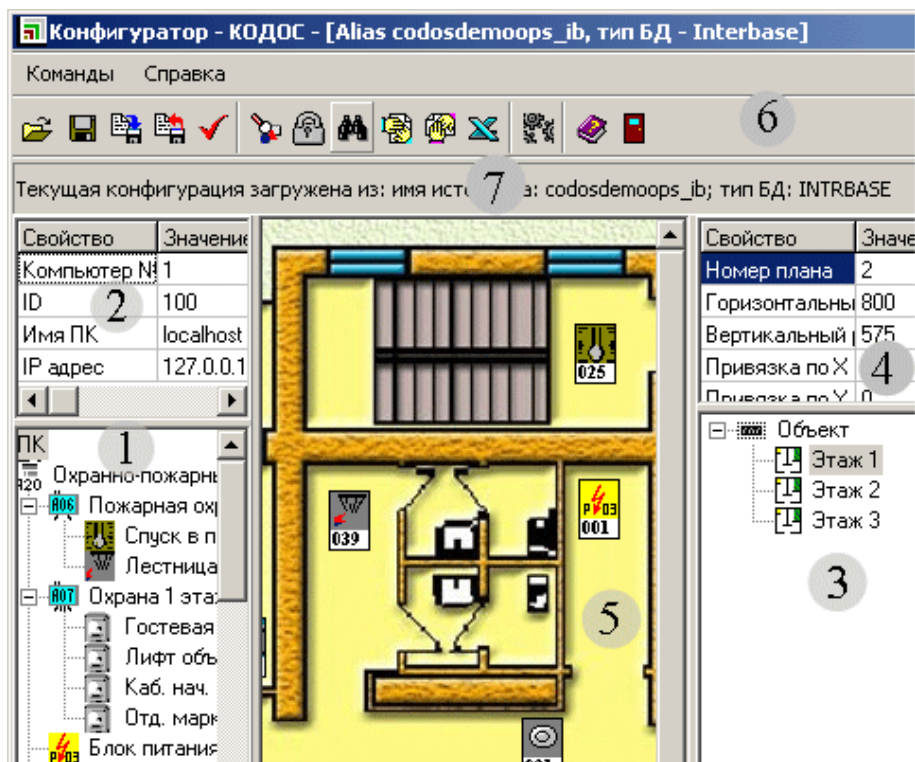

Рисунок 46 – Основное окно программы
Информация о выделенном таким образом элементе выводится на специальную панель «**Информация об элементе списка устройств по подключению**» (рисунок 49), расположенную над древовидной структурой устройств системы (см. рисунок 46, поз. 2). Информация о текущем элементе выводится в виде таблицы. Состав и содержимое этой таблицы зависят от типа элемента,
Это меню позволяет добавить дочерний план; привязать графическое изображение, которое будет отображаться на панели «**План выбранного помещения**» (рисунок 46, поз. 5); удалить план вместе со всеми дочерними планами, получить
Одинарный щелчок мыши по элементу списка планов делает этот элемент «активным». Активный элемент подсвечивается контрастным фоном. Информация о выделенном элементе выводится на специальную панель «**Информация об элементе списка планов помещений**» (рисунок 52), расположенную над древовидной структурой планов (см. рисунок 46, поз. 4).
**Статусная панель** (см. рисунок 46, поз. 7) сообщает администратору системы сведения о загруженной в данный момент конфигурации.